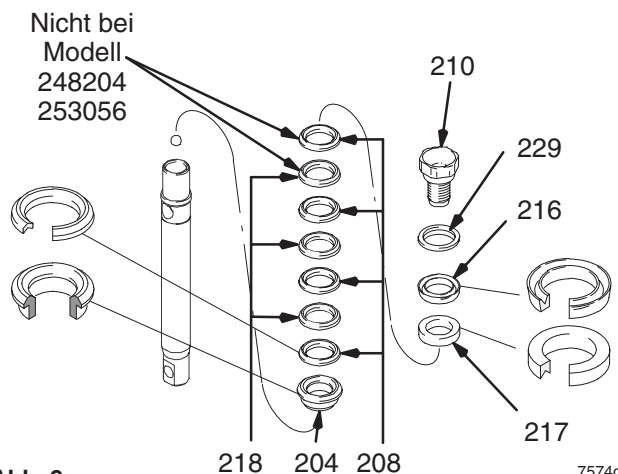

Abb. 9
Abb. 9. Vor dem Zusammenbauen alle Lederpackungen mindestens 1 Stunde in SAE-30W-Öl einweichen. Stützring (204) auf die Kolbenstange geben. Abwechselnd UHMWPE- (208) und Leder-Packungen (218) (auf Ausrichtung achten) auf die Kolbenstange geben. Gegenring (217) installieren. Kolbenabstreifer (216) (auf Ausrichtung achten) und Verstärkungsscheibe (229) auf das Kolbenventil (210) geben. Der spezielle Dichtfleck am Kolbenventilgewinde überdauert vier Packungswechsel. Nach vier Packungswechseln Loctite® auf das Kolbenventilgewinde auftragen.